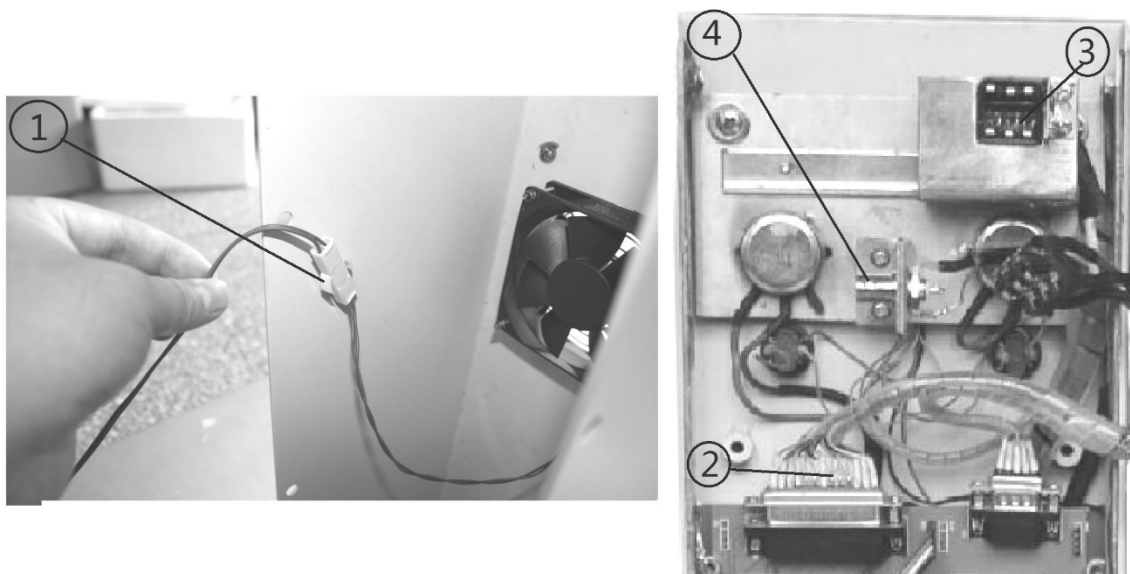

Рис. 5
Подключите гнездо (см. рис. 5) (① Подключите вилку. ② Подключите кабель управления. ③ Подключите линию питания системы освещения и затяните винт. ④ Подключите разъем видеосвязи.) и вставьте электрический блок в стойку, затем соедините и затяните электрический блок на стойке с помощью 12 шариковых винтов М6 и шайб.